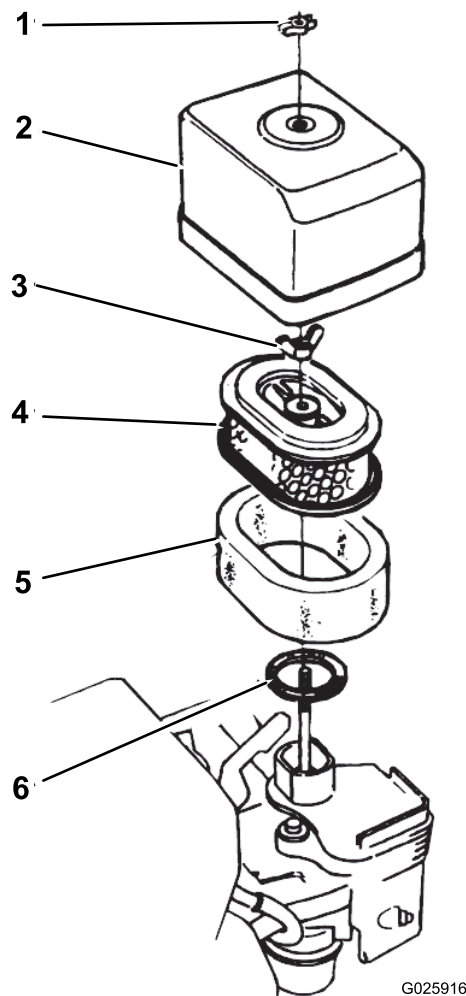

Bild 27
2. Nehmen Sie die Flügelmutter ab, mit der die Luftfilterabdeckung am Luftfilter befestigt ist. Nehmen Sie dann die Abdeckung ab (Bild 27).
4. Nehmen Sie die Flügelmutter vom Luftfilter ab und nehmen Sie den Filter heraus (Bild 27).
5. Nehmen Sie den Schaumfilter aus dem Papierfilter (Bild 27).